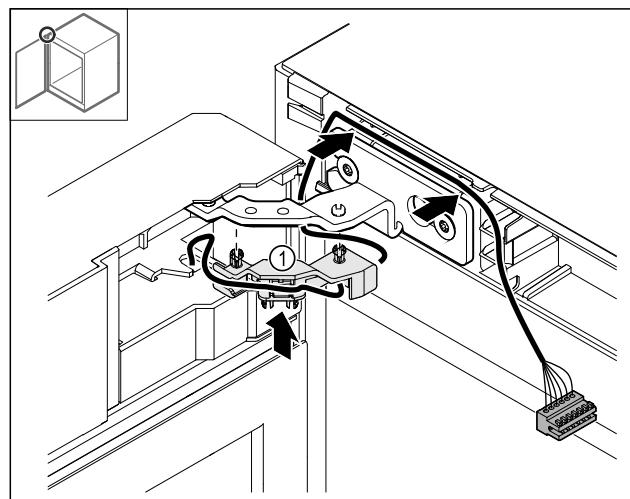

Fig. 52
- Притисніть кабельний тримач так, Fig. 52 (1) щоб він увійшов у шарнір.